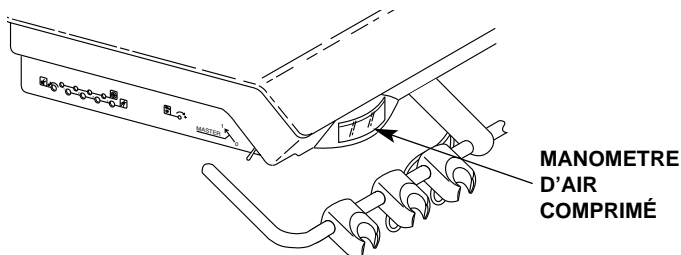

Figure 3. Manomètre d'air comprimé
Le manomètre d'air comprimé (voir figure 3) indique, en psi et en kg/cm², la pression de l'air comprimé dans l'instrument actif (voir la page 6).
2. Repérer le manomètre d'air comprimé, qui se trouve à l'avant de la tête de l'unité (voir figure 3 à la page 4).